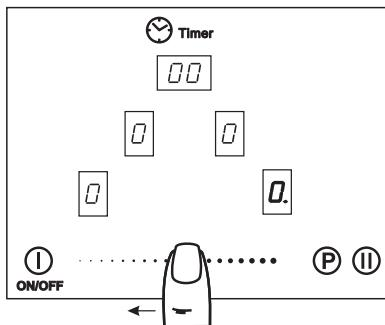
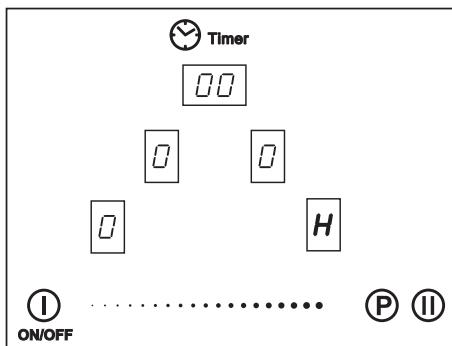

Рис.16
Рис.17
1. Работающую конфорку перевести касанием зоны ② в режим управления.
2. Перемещая палец по поверхности ④ (рис. 16), установить в окне индикации значение «0» - конфорка отключится. В окне ③ будет светиться буква «H», указывающая, что конфорка еще горячая (рис. 17).
После выключения конфорки в окне индикации ③ (рис. 17) высвечивается буква «H» (от англ. hot – «горячий»). Индикация «H» гаснет, когда температура рабочей зоны становится безопасной.